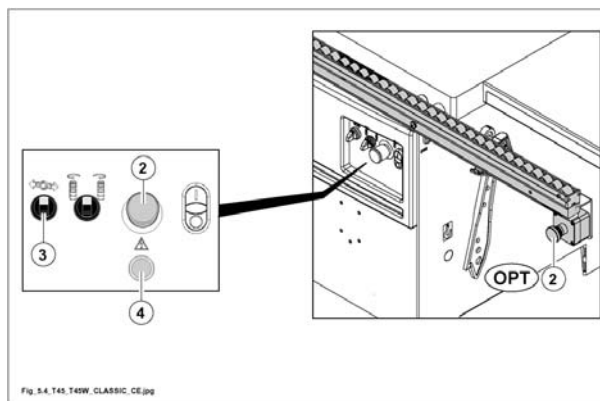

Fig. 5.4
- I pulsanti di emergenza (Z fig. 5.4) siano in posizione corretta (eventualmente sbloccarli).
- Che il selettore di sblocco freno (3 fig. 5.4) sia ruotato sulla posizione (lampada spia spenta).
- Lampada spia illuminata (4 fig. 5.4).